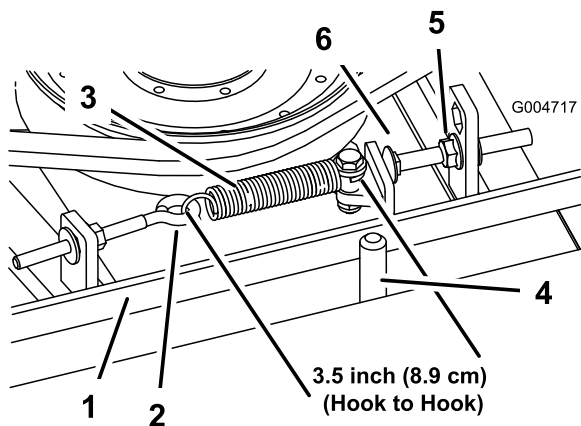

Figure 93
Lorsque le ressort d'extension est correctement tendu, l'intérieur doit mesurer (d'un crochet à l'autre) entre 8,3 et 9,5 cm. Lorsque le ressort est correctement tendu, ajustez le boulon de butée (boulon de carrosserie) jusqu'à obtention d'un jeu d'environ 2 à 5 mm entre la tête du boulon et le bras de tension (Figure 93).
Remarque: La courroie doit être placée du côté ressort du guide (Figure 93).
2. Desserrez le boulon à œil pour pouvoir enlever le ressort d'extension (Figure 93).
3. Desserrez l'écrou à embase qui fixe le boulon de butée à la patte de montage, et écartez la poulie de tension de la courroie pour détendre cette dernière (Figure 93).
9. Raccrochez le ressort d'extension (Figure 93) au boulon à œil et tendez la courroie comme suit :